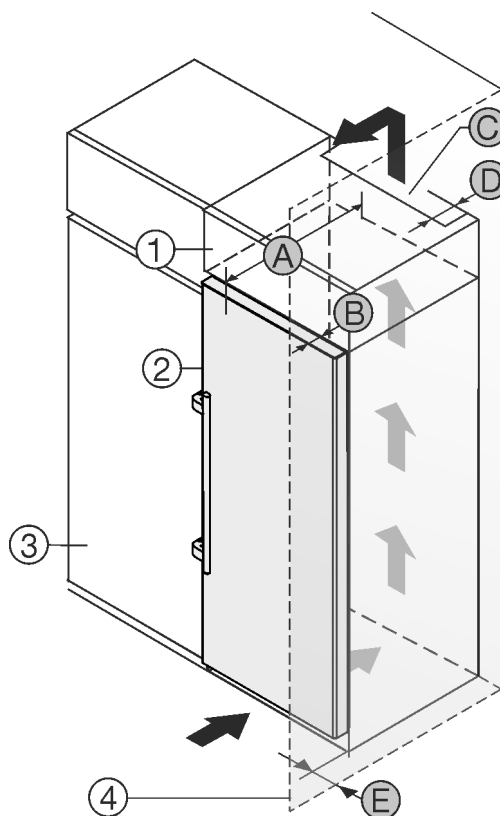

Fig. 1
- (1) Skapmodul
- (2) Enhet
- (3) Kjøkkenskap
- (4) Vegg
- (A) Enhetsdybde
- (B) Dørdybde
- (C) Ventilasjonstverrsnitt
- (D) Avstand enhetens bakside
- (E) Avstand på siden av enheten
Du kan plassere apparatet rett ved siden av kjøkkenskapet Fig. 1 (3).
På baksiden av skapmodulen over enheten må det installeres en ventilasjonskanal med dybden Fig. 1 (D) over hele skapmodulens bredde.
Ventilasjonstverrsnittet Fig. 1 (C) under taket i rommet må overholdes.
Hvis apparatet plasseres med hengslene mot en vegg Fig. 1 (4), må avstanden mellom apparatet og veggen være minst 57 mm. Dette tilsvarer hvor mye håndtaket stikker ut når døren er åpen.
For at du skal kunne åpne døren helt, må apparatet rage døradybden Fig. 1 (B) lenger ut enn fronten på kjøkkenskapene. Avhengig av kjøkkenskapenes Fig. 1 (3) dybde og bruk av veggavstandsstykker kan enheten rage enda lengre ut.